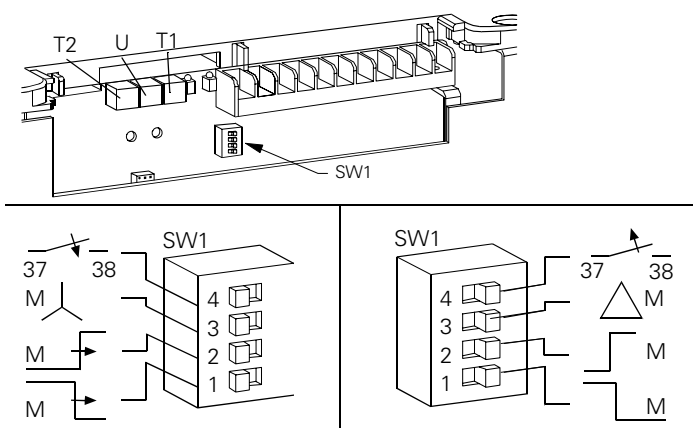

Figura 20 : Elementi di regolazione
Gli elementi di regolazione si trovano sul lato destro dell'avviatore e sono accessibili senza smontaggio del coperchio. La figura 20 mostra gli elementi di regolazione disponibili: tre potenziometri T1, U e T2 e l'interruttore DIP SW1. Nella tabella 5 sono riportati i valori di regolazione dei potenziometri, che possono essere impostati utilizzando un piccolo cacciavite. Girare in senso orario per aumentare, in senso antiorario per diminuire il valore.
**T2 - Tempo di arresto.** Questo potenziometro a 16 posizioni definisce la durata della rampa di decelerazione, da 0,5 a 60 secondi. Tale regolazione rappresenta il tempo necessario per passare dalla piena tensione di rete alla tensione iniziale (U). Nota: la tensione finale ammonta all' 80 % del valore impostato per "U".
**SW1 - Interruttore DIP.** Questo interruttore comprende quattro microinterruttori che consentono di adattare il software dell'avviatore all'applicazione. Come indicato nella figura 20, la regolazione avviene spostando a sinistra o a destra ogni interruttore (in alto o in basso se l'avviatore è montato in posizione verticale). Negli schemi di collegamento del capitolo 6, la posizione di ogni interruttore viene indicata da una freccia orientata verso sinistra o destra.